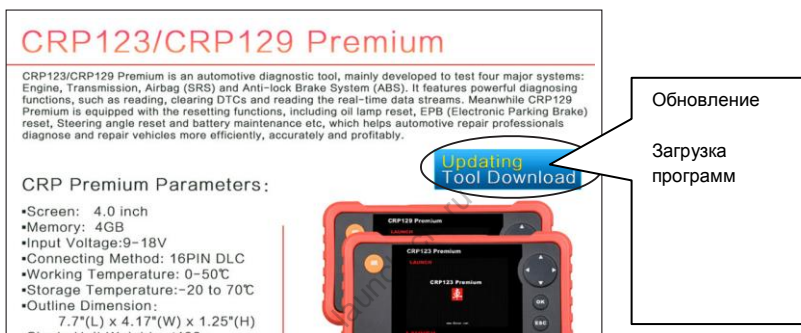

Рис. 7-1
1. Перейдите по ссылке <http://muser.x431.com> и нажмите «Products» --> «CRP», затем нажмите значок обновления программ (рис. 7-1).